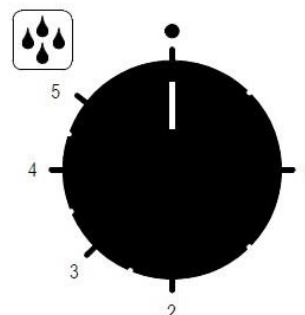

Fig.7
**Programmazione quantità di umidità/vapore (solo modelli predisposti)** - Per generare umidità/vapore durante il funzionamento del forno (camera di cottura calda), ruotare la manopola dell'umidificatore automatico (Fig.7) in corrispondenza del valore desiderato (da 1 a 5). Ruotando la manopola sulla posizione • (spento) l'umidificatore smette di funzionare.